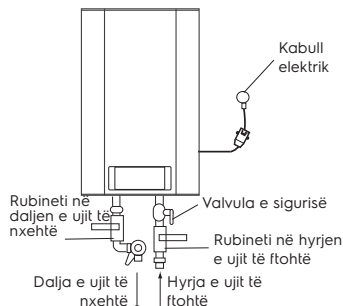

Fig. 9
3. Valvula e sigurisë duhet të instalohet në portin e hyrjes së ujit (shih fig. 9).